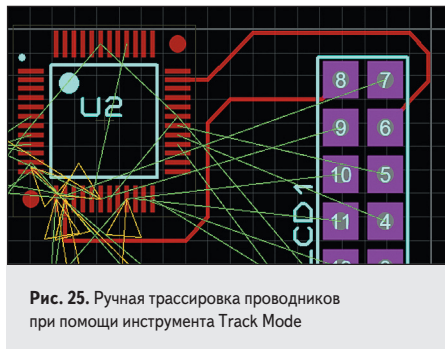

Рис. 25. Ручная трассировка проводников при помощи инструмента Track Mode
2. Выбор линии связи, которую предполагается развести, и прокладывание трассы. Для этого визуально определите линию связи на плате и контакты, которые она соединяет. Подведите курсор к первому контакту и щелкните по нему левой кнопкой мыши, после чего трасса будет закреплена за курсором. Прокладывание маршрута трассы производится посредством передвижения курсора и щелчков левой кнопкой мыши в местах изгибов проводника. В местах добавления переходных отверстий необходимо щелкнуть дважды левой кнопкой мыши. В результате разработчик выбирает наиболее оптимальный маршрут (рис. 25).